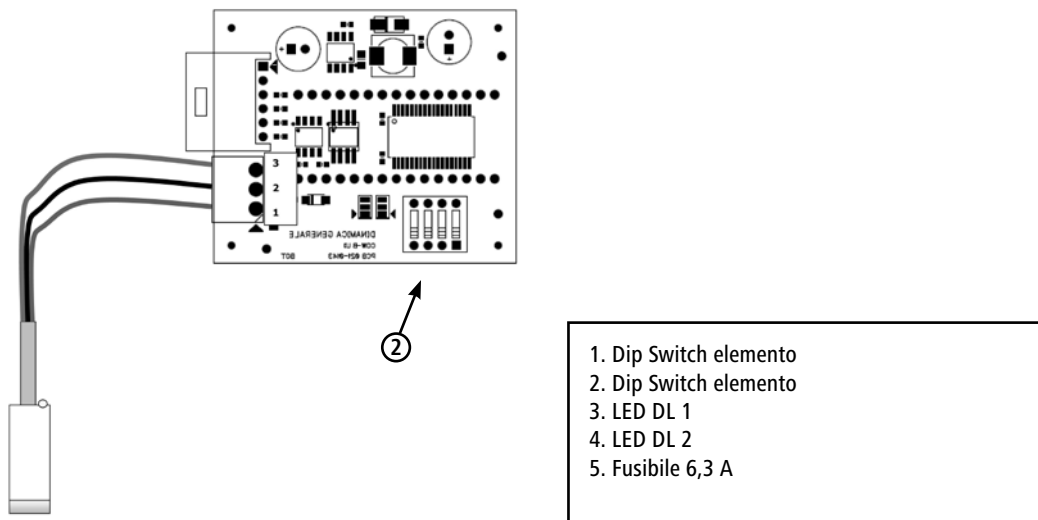

Figura 8: Schema scheda display + collegamento sensore
Il motore viene azionato con il sollevamento delle spazzole, dato che il sensore (pos. 5. figura 8.) rileva la posizione di riposo della slitta. Quando la slitta lascia la posizione di riposo, le spazzole iniziano a ruotare per la durata del ciclo impostata (impostazione di fabbrica 60 sec). Al termine del ciclo di lavoro l'unità di comando attende un'ulteriore attivazione e la direzione di rotazione delle spazzole si inverte rispetto al ciclo precedente. In questo modo le setole si consumano in modo uniforme.